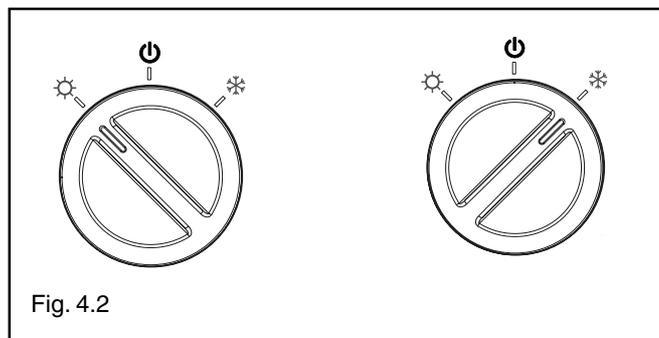

Fig. 4.2
- posizionare l'interruttore generale dell'impianto su acceso e posizionare il selettore di funzione su estate ☀️ o inverno ❄️ (fig. 4.2) a seconda del tipo di funzionamento prescelto.
Per ripristinare il funzionamento è necessario posizionare il selettore di funzione su "⏻" (OFF/RESET) e riportarlo quindi nella posizione desiderata: estate o inverno (fig. 4.2).